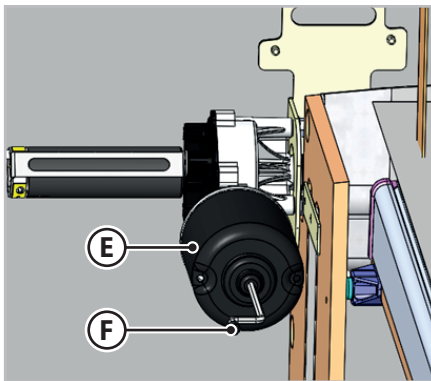

Fig.6.21 - Elektrisk sengeutløser type B
2. Sett inn unbrakonøkkelen (**F** - Fig.6.21) på undersiden av motoren (**E** - Fig.6.21) i sporet for manuell håndtering.